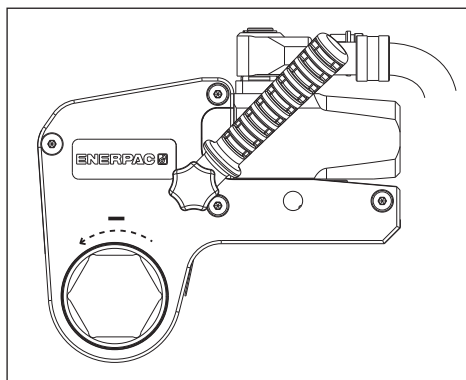

Fig. 11
4.3.3 Allentare un dado o un bullone (Fig. 11 e 12)
- Posizionare il braccio di reazione (18) a contatto con un punto di reazione (19) adatto. Il punto di reazione contrasterà la forza prodotta dall'attrezzo in funzione.